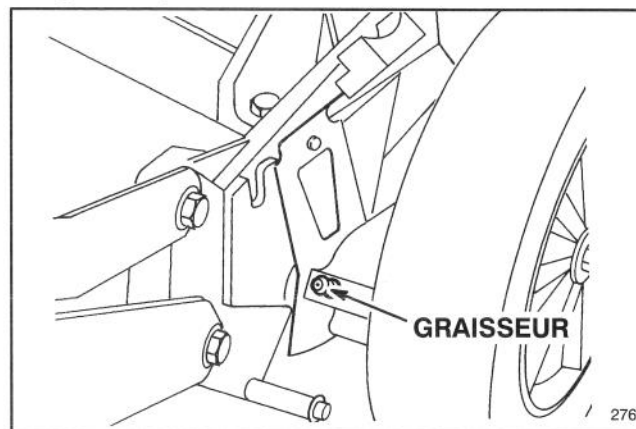

Figure 27
2. Placez les leviers de hauteur de coupe des roues arrière en position "C". Essuyez les graisseurs avec un chiffon propre (Fig. 27). Placez le pistolet graisseur sur le graisseur et appliquez délicatement 2 ou 3 pompes de graisse à base de lithium à usages multiples no. 2.